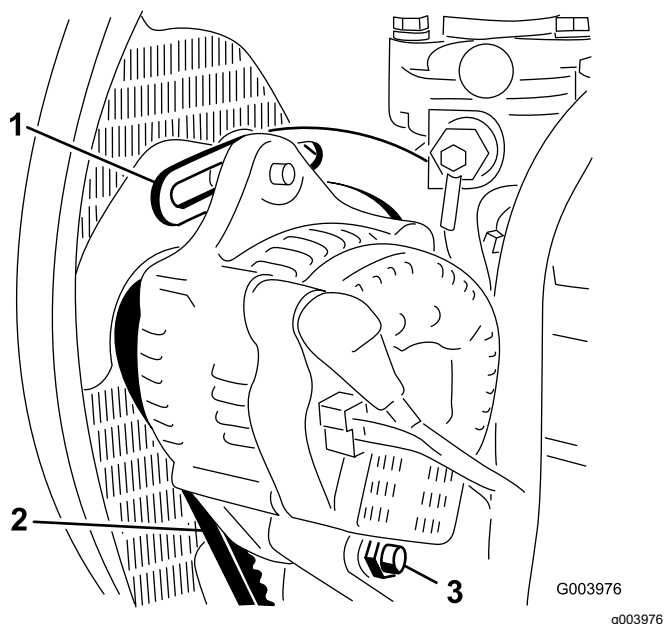

Рисунок 115
3. Проверьте натяжение ремня генератора, надавив на него (Рисунок 115) посередине между шкивами генератора и коленчатого вала с усилием 10 кг.
4. Ослабьте болт крепления генератора к скобе и шарнирный болт генератора (Рисунок 115).